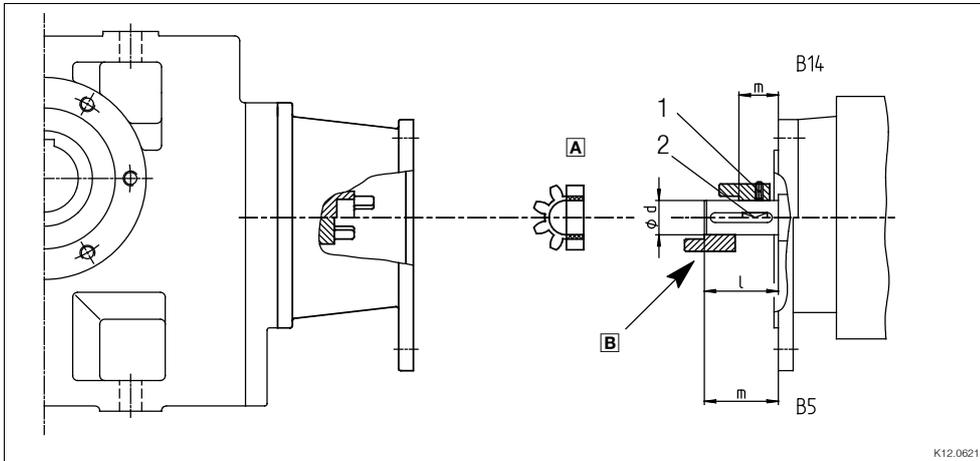

Abb. 3 Antriebsseitige Ausführung N
2. Kupplungsablen auf die Motorwelle schieben, Montagemaß "m" (s. Abb. 3 und Tab. 3) einhalten.